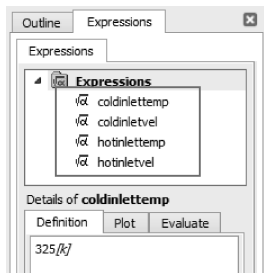

图 12-41 创建表达式
(1) 在工具栏中单击表达式图标 ，在弹出的插入表达式对话框中输入 coldinlettemp，单击【OK】确定，在窗口左侧表达定义窗口中输入 325 [K]，然后单击【Apply】，第一个表达创建完成。同理创建第二、第三、第四个表达式，依次输入 coldinletvel = 1.75 [m/s]，hotinlettemp = 500 [K]，hotinletvel = 1.0 [m/s]，创建完毕后，如图 12-41 所示。